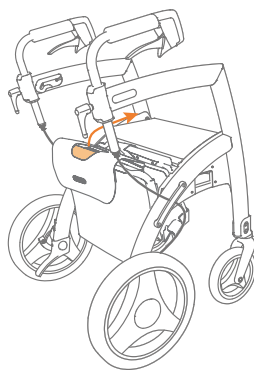

Figure 33: Soulevez le dossier du fauteuil roulant vers le haut et l'avant.
- Pour convertir le rollator en fauteuil roulant électrique, le paquet de fauteuil roulant doit être tiré vers le haut. Prenez la poignée du paquet de fauteuil roulant et tirez légèrement vers le haut et vers l'avant jusqu'à la moitié du cadre (**Figure 33**).